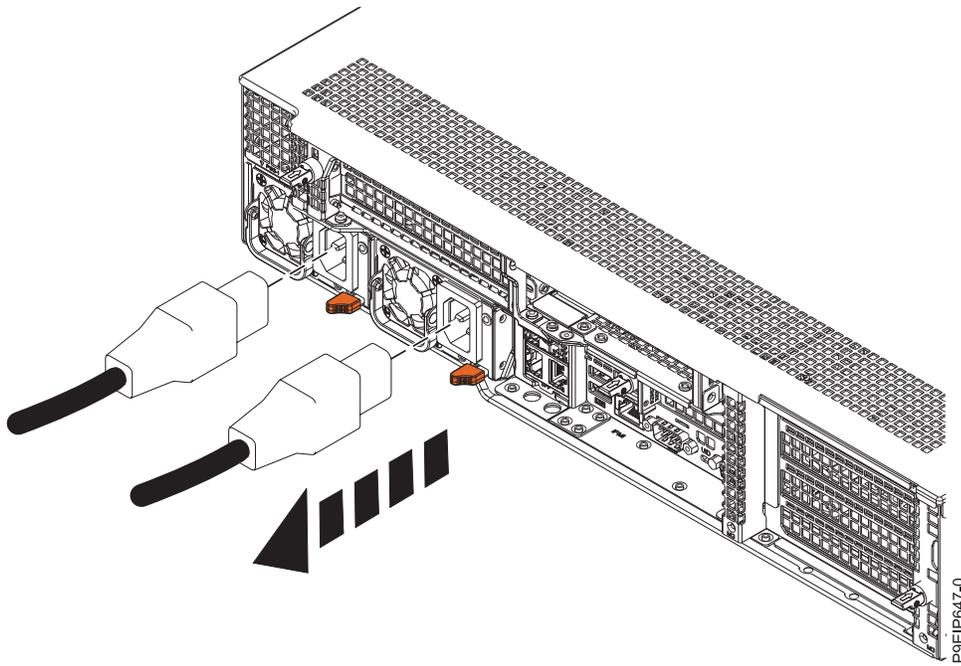

Figura 110. Extracción de los cables de alimentación del sistema
2. Etiquete y desconecte los cables de alimentación de la unidad del sistema como se muestra en la Figura 110 en la página 114.